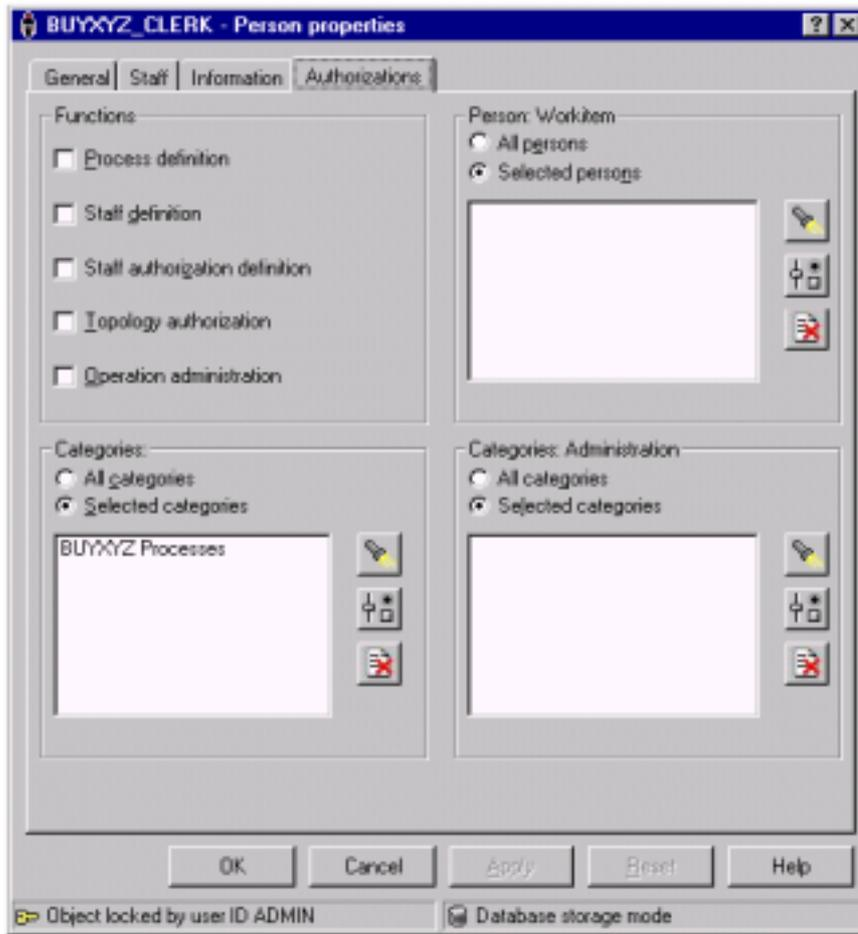

图9-5 人称中的认证标签
8. 选择认证（Authorizations）标签，如图9-5所示。